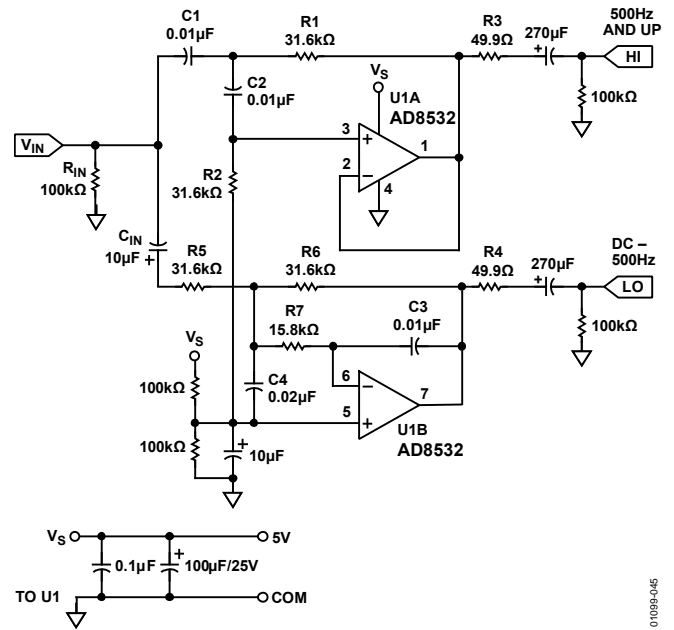

図 45. 単電源 2 ウエイ・アクティブ・クロスオーバー
アクティブ・フィルタは、小型、寄生の影響が比較的不い、低/高チャンネル駆動の制御が容易、専用アンプによるドライバ制御などの理由により、ラウドスピーカ・クロスオーバー回路で役立ちます。Sallen-Key (SK) フィルタと多重帰還(MFB)フィルタのアーキテクチャは、アクティブ・クロスオーバー回路の実現に有効です。図 45 に示す回路は、両フィルタ回路の利点を組み合わせた単電源 2 ウエイ・アクティブ・クロスオーバー回路です。